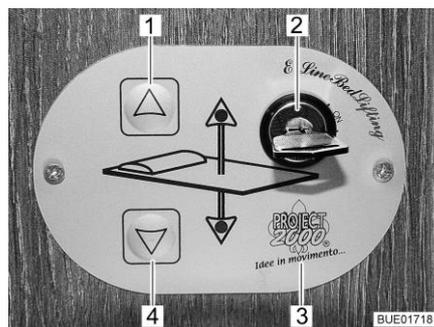
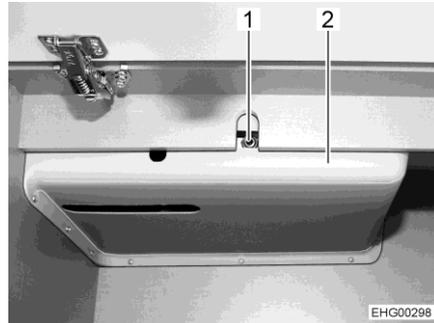

Bild 153 Bedienteil
Bild 157 Zugang zum Antrieb
- Bedienteil** Mit den Tasten (Bild 153,1 und 4) auf dem Bedienteil (Bild 153,3) wird das Hubbett abgesenkt oder angehoben. Mit dem Schüsselschalter (Bild 153,2) wird das Bedienteil gegen unbefugte Benutzung gesichert.
- Schlüssel im Schlüsselschalter (Bild 153,2) um 90° im Uhrzeigersinn drehen. Das Bedienteil (Bild 153,3) ist aktiviert.
- Pfeiltaste (Bild 153,4) drücken und so lange gedrückt halten, bis das Hubbett in die gewünschte Position nach unten gefahren ist.
- Pfeiltaste (Bild 153,1) drücken und so lange gedrückt halten, bis das Hubbett in die Endstellung nach oben gefahren ist.
**Notbetrieb** Wenn sich das Hubbett mit den Pfeiltasten (Bild 153,1 und 4) nicht mehr bewegen lässt, zuerst die Sicherung hinter der Verkleidung (Bild 157,2) prüfen (siehe Abschnitt 9.10.1). Wenn die Sicherung in Ordnung ist und sich das Hubbett trotzdem nicht bewegen lässt, das Hubbett manuell bedienen.
- Beiliegende Kurbel oder Innensechskantschlüssel in die Aufnahme am Motor (Bild 157,1) stecken.